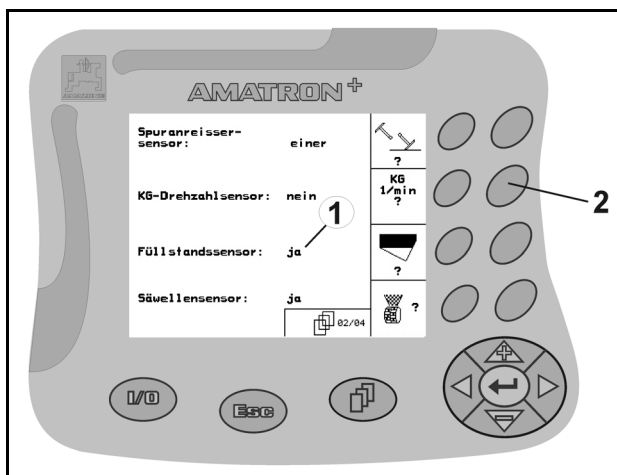

Fig. 15
- Funktionstaste (Fig. 15/2) einmal betätigen
➡ Funktion **Ein** (Fig. 15/1).